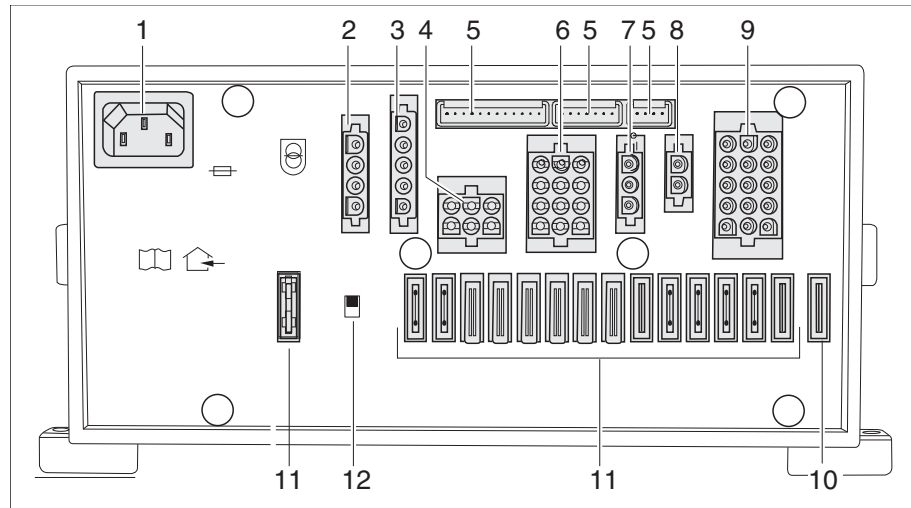

Bild 222 Elektroblock (EBL 111)
- ▷ Der Batterie-Trennschalter (Bild 222,12) trennt alle Verbraucher, die am Elektroblock angeschlossen sind, vom 12-V-Netz.